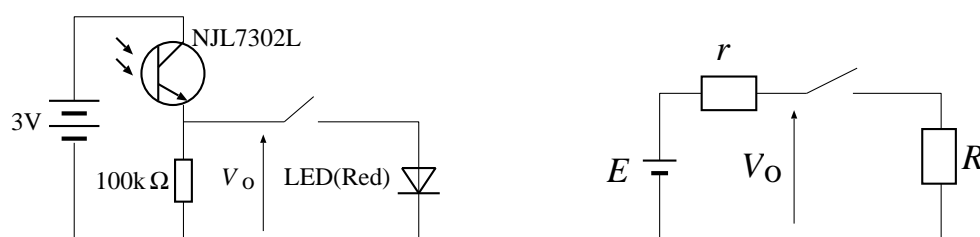
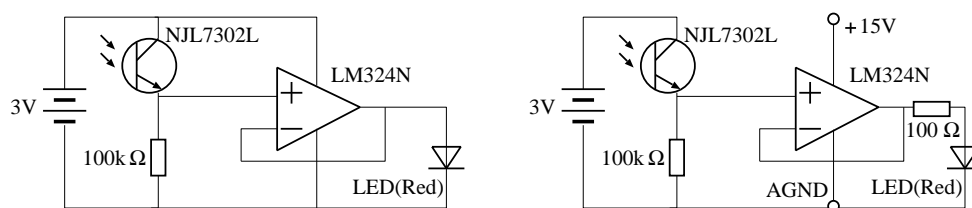

図 1.1: フォトトランジスタの出力に LED を接続した回路とその等価回路
図 1.6: 電圧フォロワによる駆動。左は電池から電源供給、右は myDAQ から供給の場合。この場合には LED に直列に 100Ω の抵抗を接続し、LED を保護すること。
例えばフォトトランジスタで明るさをセンシングして、LED を光らせる図 1.1 の回路を考える。スイッチ OFF では V_o は 3V 近く出力されていても、スイッチを閉じると 1.5V 程度に低下して LED は光らない。この理由を考えるため、センサ部は内部抵抗をもつ電源、
となる。つまり、電圧増幅率は1であるが、入力インピーダンスが ∞ 、出力インピーダンスが0とみなせる。したがって、次の図 1.6 左のようにフォトトランジスタと LED の間に電圧フォロワを挟むとセンサの内部インピーダンスの問題を解決でき、LED は光る²。
1. 【ここは実験なので後日】ブレッドボード上に Octave/myDAQ ガイドを参考に、フォトトランジスタだけの図 1.1 左では LED が光らないが、オペアンプを用いたフォロワを通した図 1.6 左では LED が光ることを確認。
2. LTspice でオペアンプの動作を確認(センサ出力は電源で模擬)。図 1.6 右のようにオペアンプの供給電圧を 3V から上げることでフォロワとして動作することを確認。
4. 【ここは実験なので後日】図 1.6 右のようにオペアンプの供給電源を myDAQ に変更し(フォトトランジスタの電源は電池のまま)、オシロスコープでオペアンプの入出力電圧を測定、フォロワとしての正常動作を確認。LED の電流を制限するため、LED に直列に 100Ω の抵抗を挿入している。